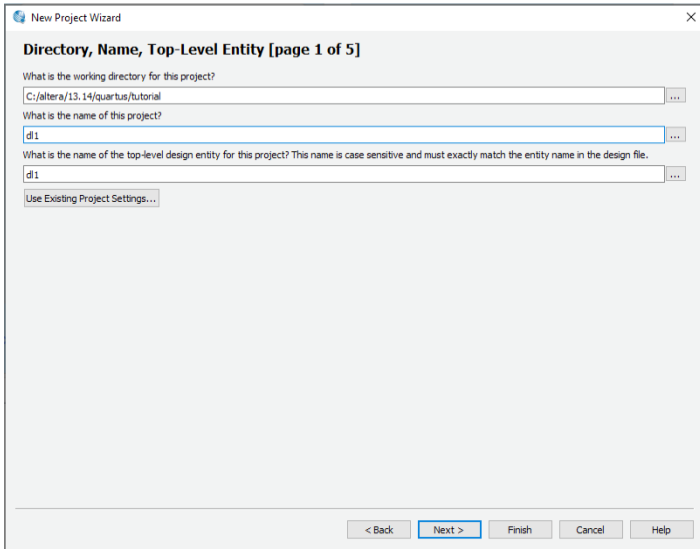

Figura 3
1. Elegimos el directorio de trabajo (*c:\directorio_de_trabajo\tutorial\dl1*), el nombre del proyecto (*dl1*) y el nombre del top level entity de este proyecto (*dl1*). Ver Figura 3.